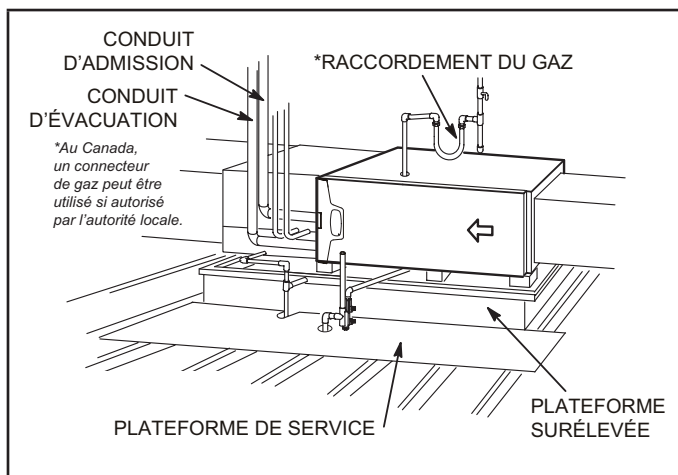

Figure 19
- 2 - Construire une plateforme surélevée en bois et la recouvrir d'un panneau de contreplaqué. Si l'unité est installée au-dessus d'un espace fini, fabriquer une cuvette de drainage auxiliaire et l'installer sous l'unité. Installer l'unité dans la cuvette comme illustré à la Figure 19. Prévoir un dégagement de 8 po en dessous de l'appareil pour liège à condensat.